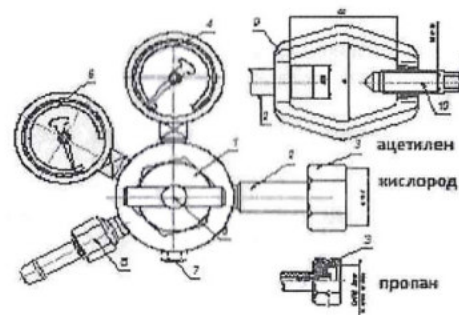

Рис. 1. Редуктор баллонный одноступенчатый:
Редуктор присоединяется к источнику питания газом через входной штуцер (2) (см. рис.1) накидной гайкой (3) с резьбой 3/4" (СП21,4-14).